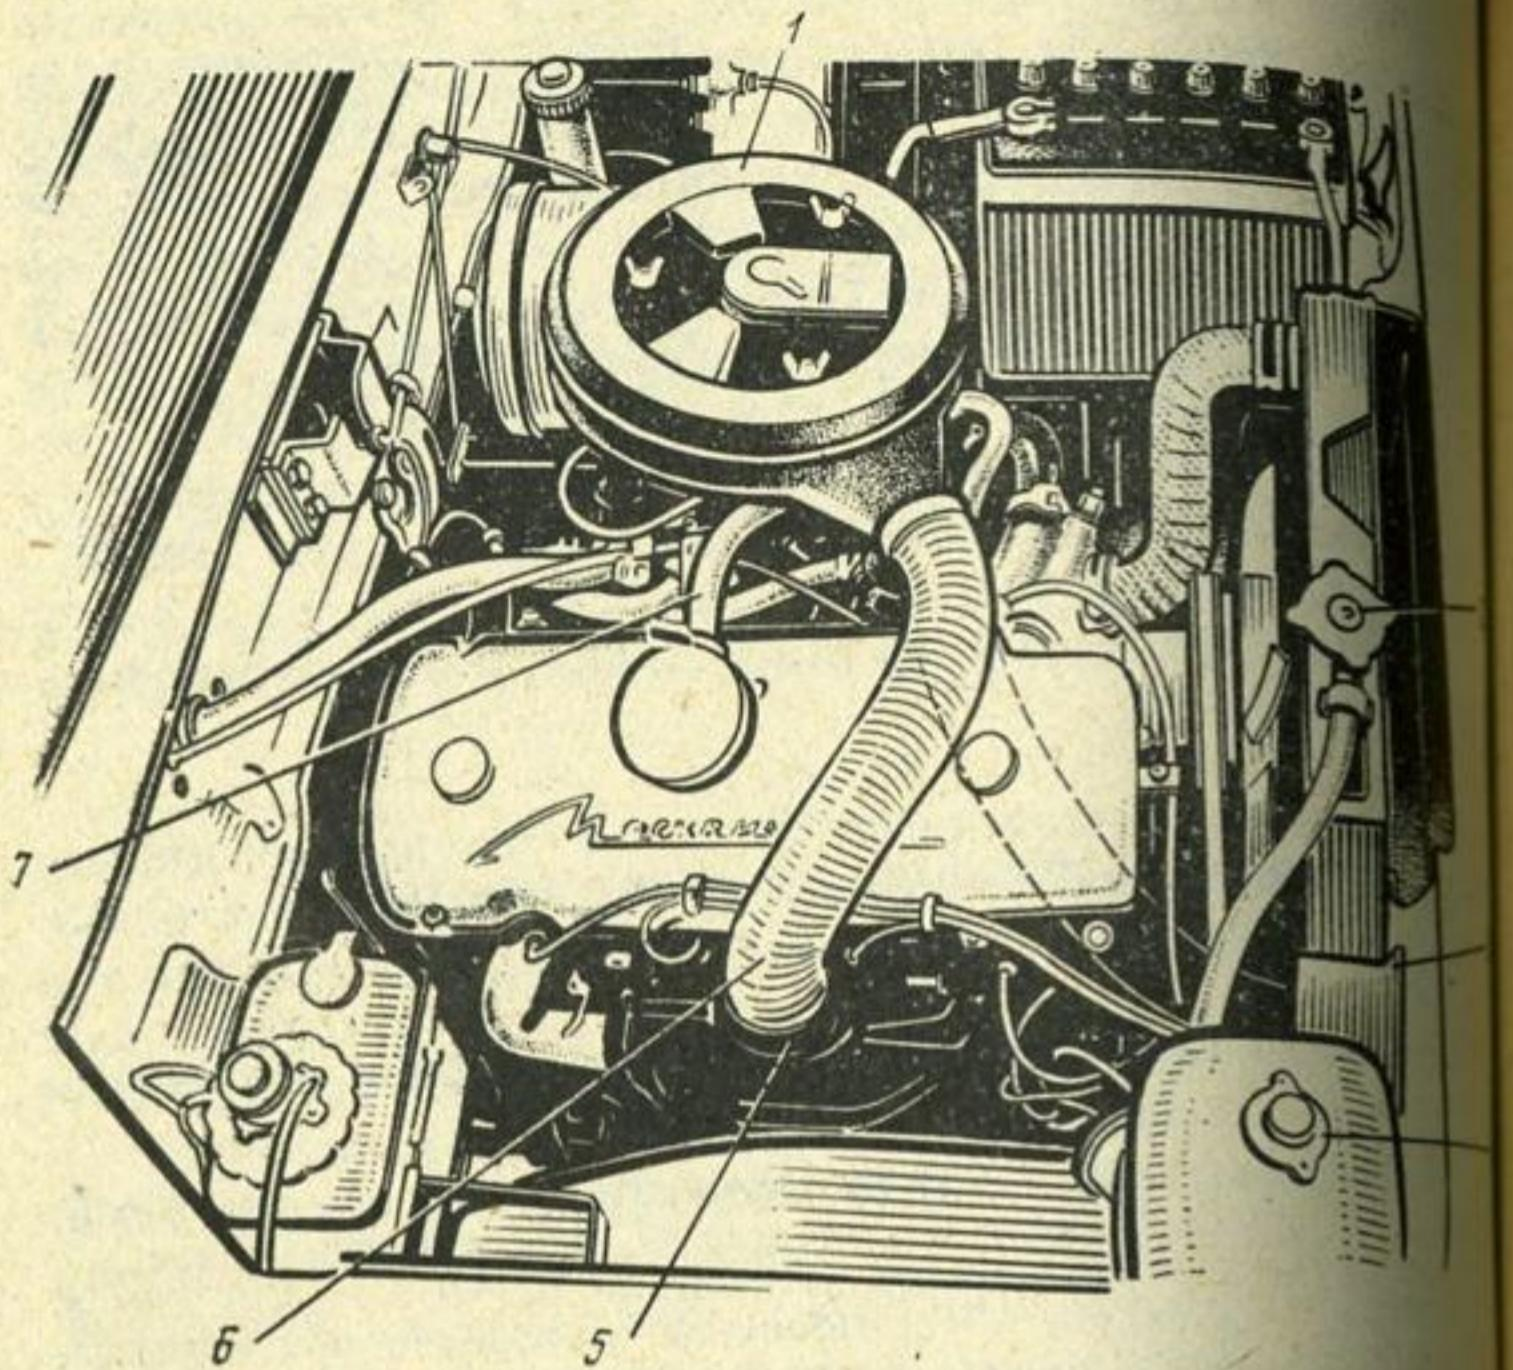

Рис. 38. Вид на двигатель на автомобиле с поднятым капотом:
1. Отсоедините трубку 7 (рис. 38) вентиляции картера двигателя от патрубка на крышке головки цилиндров.
Воздушный фильтр карбюратора 2107-1107010-1. В корпус воздушного фильтра воздух поступает по гибкому рукаву-шлангу, временный конец которого может быть надет на патрубок 3 (см. рис. 38), установленный в правом верхнем углу отсека двигателя кузова, или на патрубок 5, установленный над выпускной трубой двигателя. При первом варианте установки рукава в корпус воздушного фильтра воздух поступает из подкапотного пространства, имея температуру, близкую к температуре внешней среды.